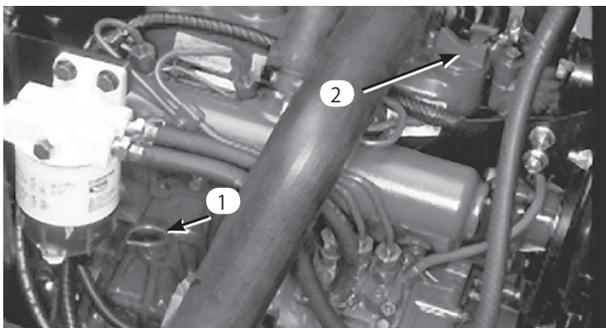

図14
2. ディップスティックを抜き取る。付いているオイルをウェスで拭きとってもう一度差し込み、再びディップスティックを抜き取ってオイルの量を確認する; Fullマークまであればよい (図14)。
3. オイルの量がfullマークまででない場合は、キャップを取りfull位置までオイルを補給する (図14)。入れすぎないように注意すること。